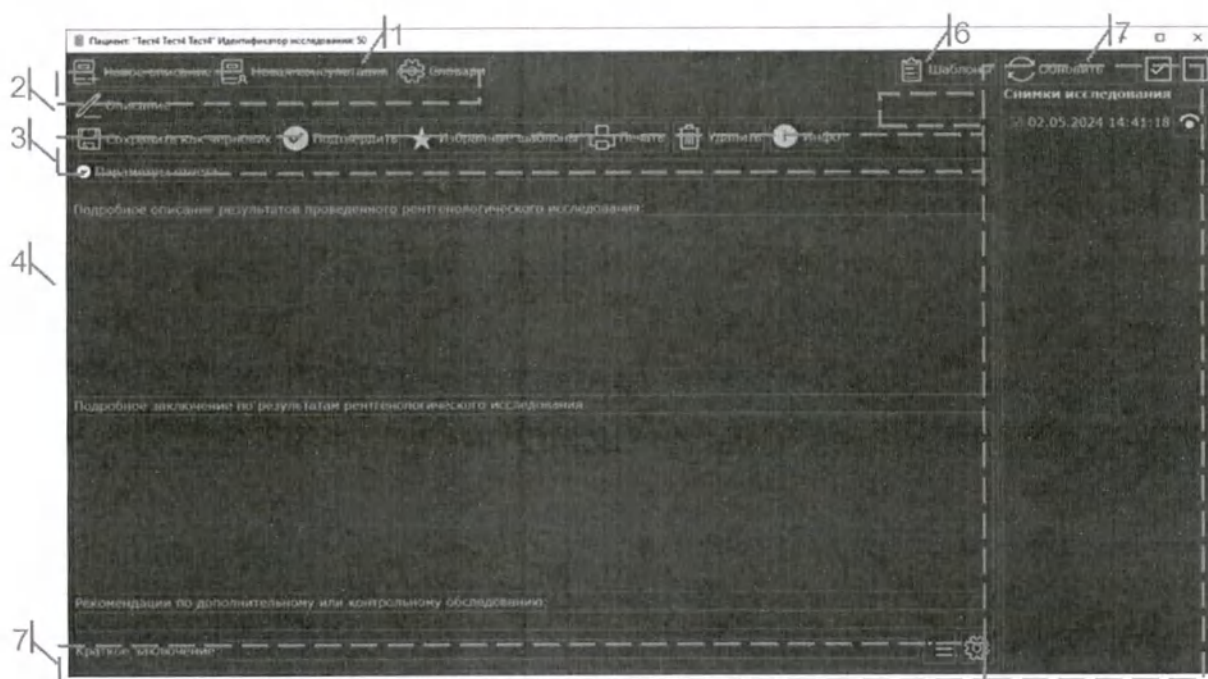

Рис. 132 Внешний вид окна описания обследований
- Откроется окно описания исследования (Рис. 132 Внешний вид окна описания обследований)